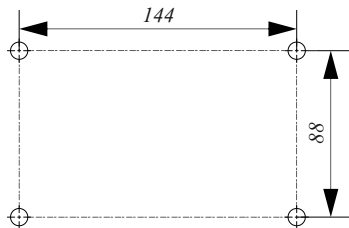

Рисунок 5.1
- в месте установки МС просверлить два верхних отверстия под дюбели с шурупами диаметром 4 мм согласно установочным размерам (рисунок 5.1);